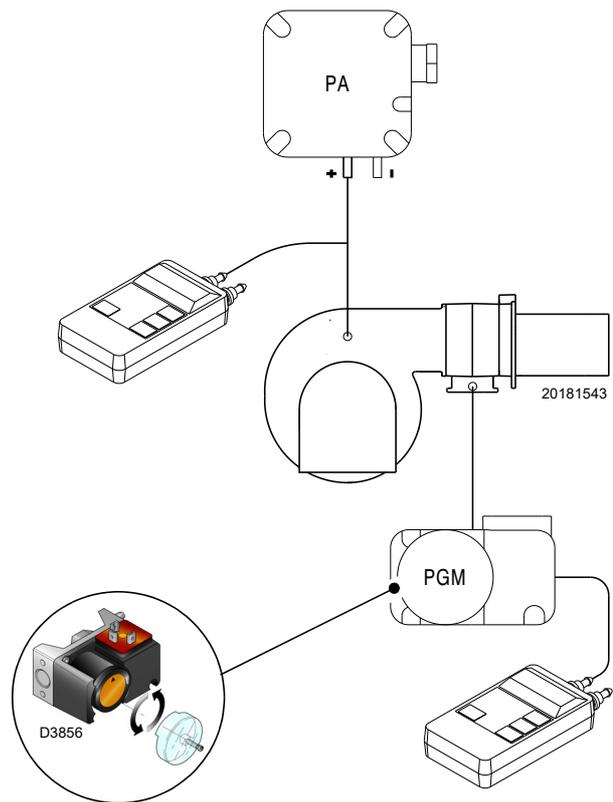

Fig. 32
- Regular el presostato gas de máxima (Fig. 32 a pág. 36) al final de la escala.
Después de haber efectuado todas las demás regulaciones del quemador, con el presostato gas de máxima regulado al final de la escala, efectuar la regulación del presostato gas de máxima, (Fig. 32).